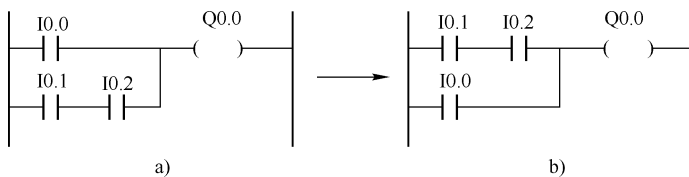
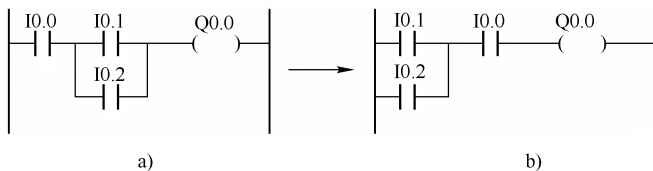

图 6-17 梯形图
图 6-18 梯形图
8) 在有几个串联电路相并联时, 应将串联触点多的回路放在上方, 归纳为“多上少下”的原则, 如图 6-17 所示。在有几个并联电路相串联时, 应将并联触点多的回路放在左方, 归纳为“多左少右”原则, 如图 6-18 所示。因为这样所编制的程序简洁明了, 语句较少。但要注意图 6-17a 和图 6-18a 的梯形图逻辑上是正确的。